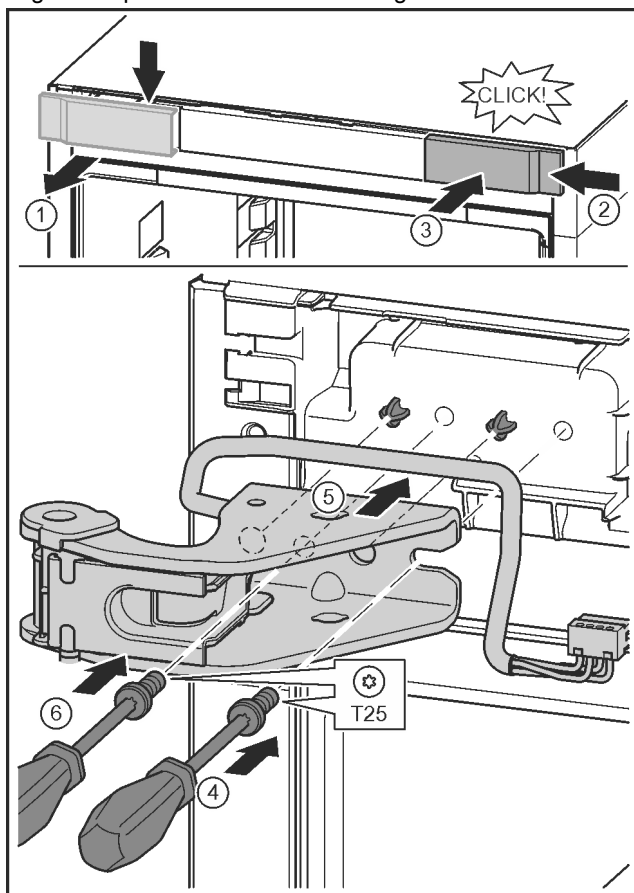

Fig. 33
- ▶ Afdekking losmaken en zijdelings verwijderen. Fig. 33 (1)
- ▶ Afdekking 180° gedraaid op de andere kant van rechts aanbrengen. Fig. 33 (2)
- ▶ Afdekking vastklikken. Fig. 33 (3)
- ▶ Schroef met schroevendraaier T25 aandraaien. Fig. 33 (4)
- ▶ Bovenste lagerbus plaatsen. Fig. 33 (5)
- ▶ Schroef vastdraaien. Fig. 33 (4)
- ▶ Schroef met schroevendraaier T25 aanbrengen en vastdraaien. Fig. 33 (6)